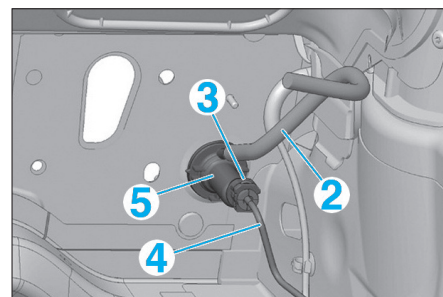

Fig. 11
- Désaccoupler le tuyau d'alimentation (2) (Fig.11).
- Déposer l'agrafe (3).
- Désaccoupler le tuyau hydraulique (4).
- Tourner d'un quart de tour dans le sens horaire pour déverrouiller le cylindre émetteur d'embrayage (5).
- Déposer le cylindre émetteur d'embrayage (5).